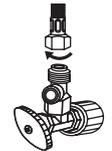

Figura 10.
5. Ahora coloca la manguera en el conector de alimentación a agua (ver Figura 10).